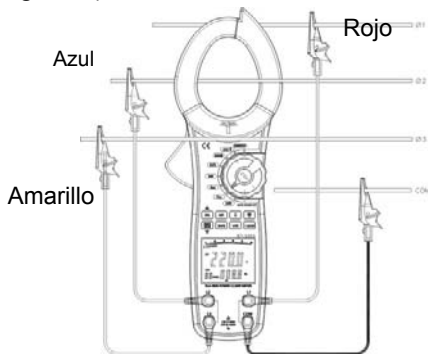

Figura 4
A. Medición de Tensión AC (pantalla principal) + Medición (pantalla secundaria) de frecuencia (ver figura 4)